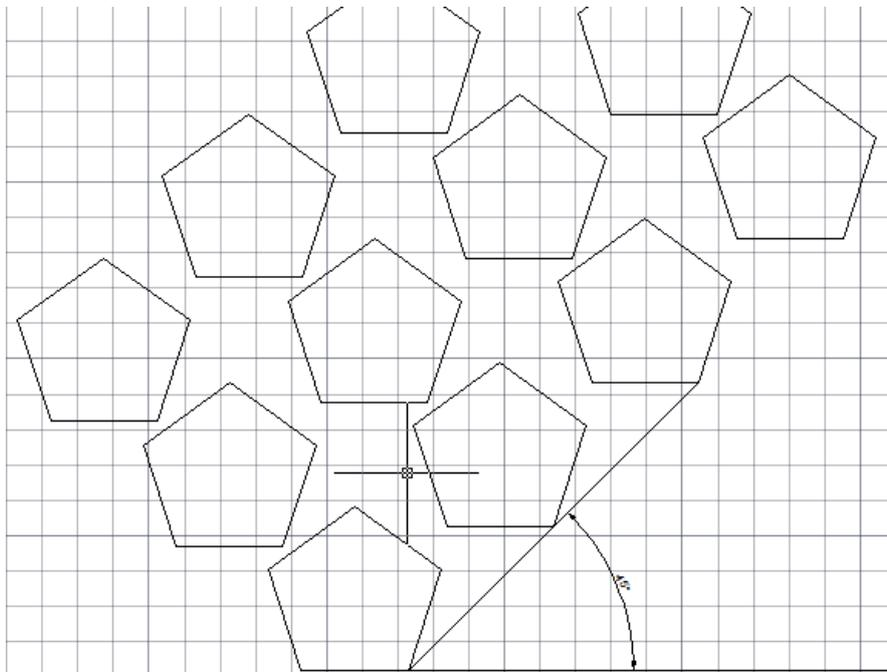

Рис.6. Поворот массива на угол 45°
4. Создайте прямоугольный массив под углом в 45° относительно оси X (Рис.6).